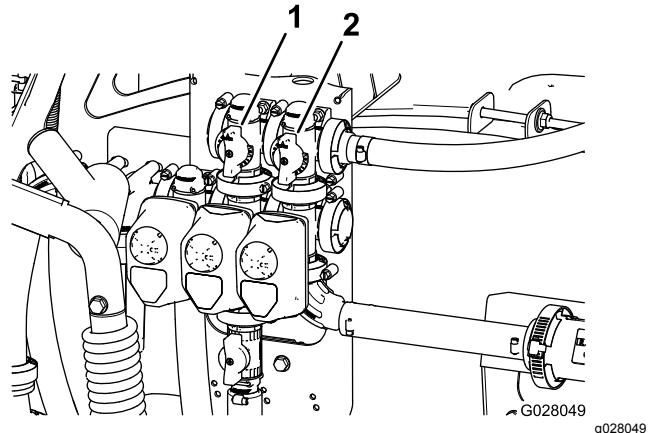

図 31
11. 攪拌バルブの背面についている攪拌バイパスバルブ 図 31 を使って、水圧計の読みが 6.9bar になるように調整する。
9. マスター・ブームバイパスハンドルを使ってタンク内の搅拌動作を調整する図 31。